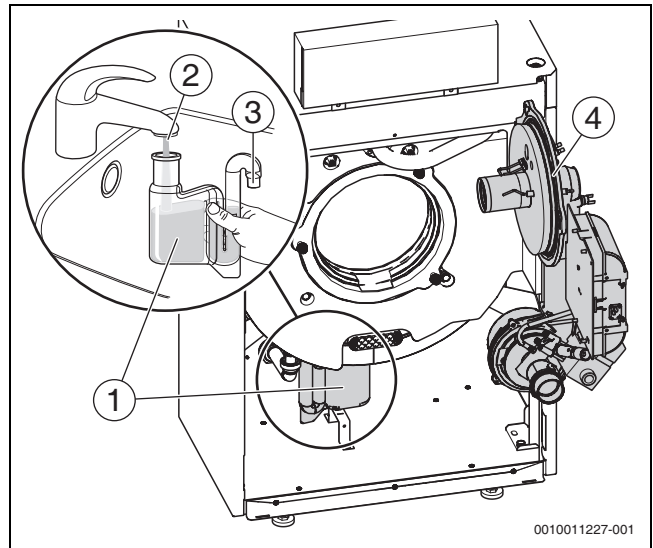

Bild 75 Siphon reinigen
- ▶ Vor Brennermontage den richtigen Sitz des O-Rings (→ Bild 75, Seite 42[4]) überprüfen und ggf. korrigieren.